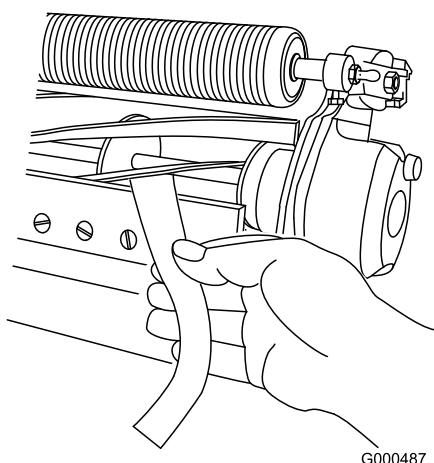

Figura 5
11. Pruebe el rendimiento de corte insertando una tira larga de papel de prueba del rendimiento de corte (Pieza Toro N° 125-5610) entre el molinete y la contracuchilla, perpendicular a la contracuchilla (Figura 5). Gire el molinete lentamente hacia adelante; debe cortar el papel.